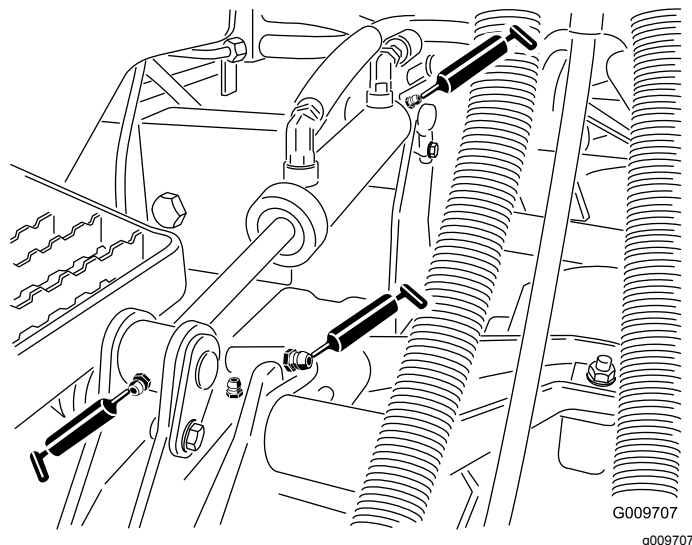

図 23
- 昇降アームのブッシュ各デッキに1ヶ所 図 23
- 昇降シリンダのブッシュ各デッキに2ヶ所 図 23